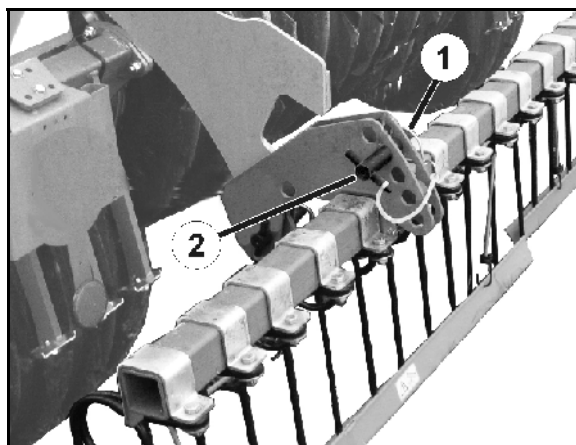

Fig. 47
2. Løsn klapsplitten (Fig. 47/1).
3. Sæt indstillingsbolten (Fig. 47/2) i den ønskede position.